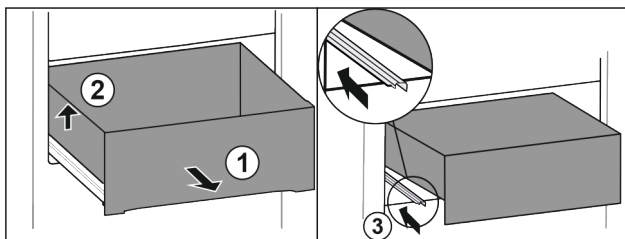

Fig. 113
- ▶ Vytiahnite zásuvku až na doraz. Fig. 113 (1)
- ▶ Nadvihnite zásuvku doľava. Fig. 113 (2)
- ▶ Zasuňte ľavú koľajničku. Fig. 113 (3)